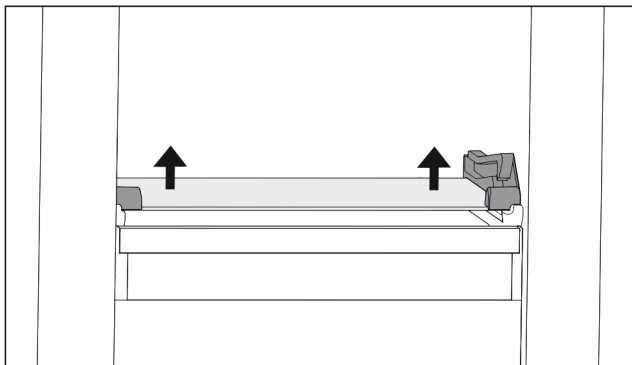

Fig. 63 Ripiano in vetro del cassetto ribaltabile
- ▶ Premere il ripiano in vetro dal basso verso l'alto su entrambi i lati. (vedere Fig. 63)